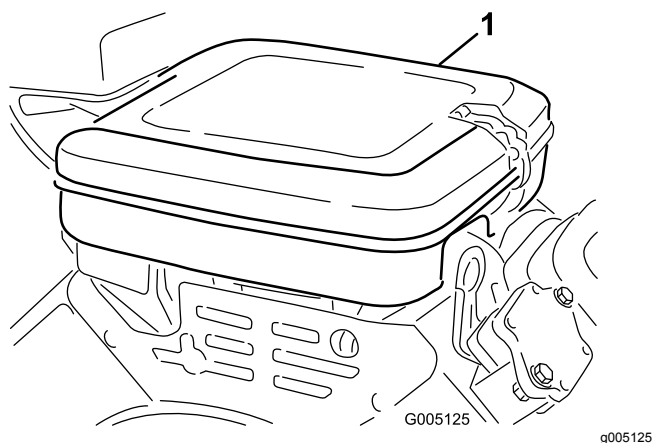

Figura 34
1. Limpe a cobertura do filtro de ar (Figura 34).